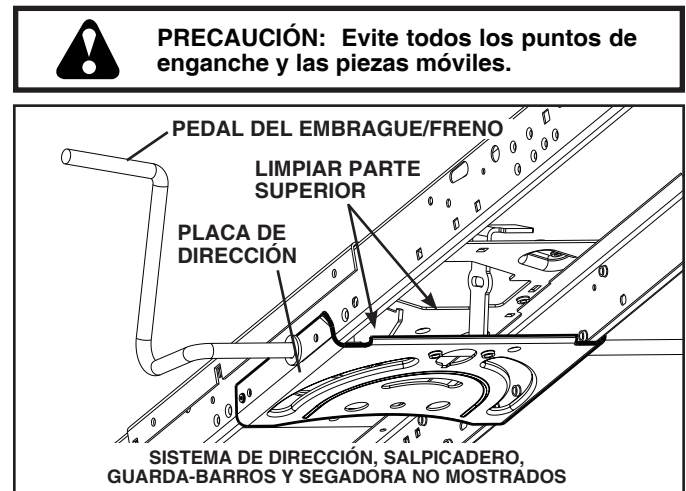

Fig. 20
- Limpie los desechos de la placa guía. Los desechos pueden limitar el movimiento del eje del pedal del freno/embrague, lo que hará que patine la correa y que se pierda la tracción. Vea Fig.20.